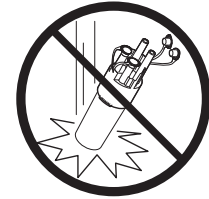

图 1 小心操作多通道接头
- 不得使用曾经掉落或受到处置不当的多通道接头 (图 1)。若不遵循规定可能会造成泄漏, 导致患者和/或医务人员受伤。